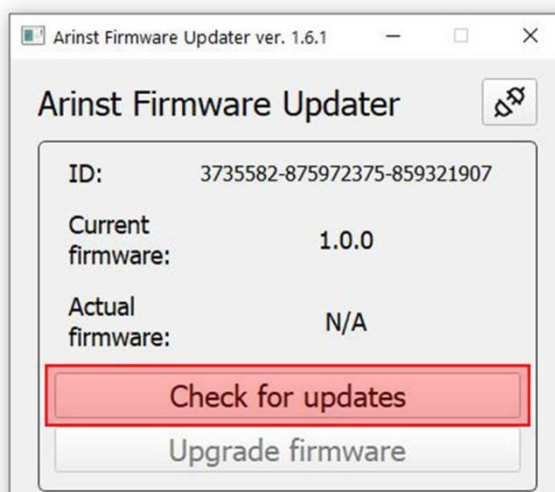

Рисунок A2.3 – Прибор подключен к ПК
2.7. После подключения будет определён ID и версия прошивки прибора. Кнопка проверки обновлений **Check for updates** станет активной (Рисунок A2.3).